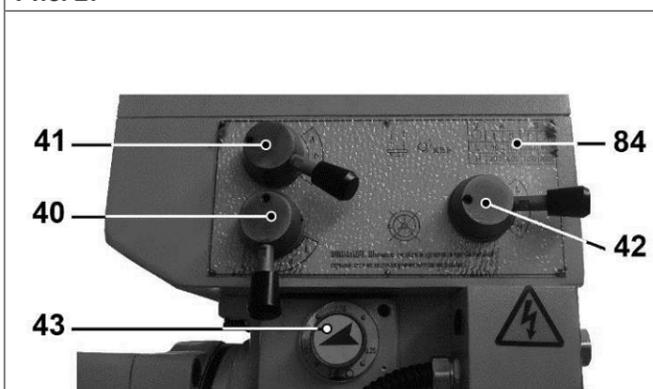

Рис. 28
10.2.2. Выбор режимов частоты вращения вертикального шпинделя (13) производится переключателями (40, 41, 42) (Рис. 28):
10.2.4. Регулятором автоподачи вертикального шпинделя (43) выберите необходимый режим автоподачи шпинделя (13) (Рис. 28).